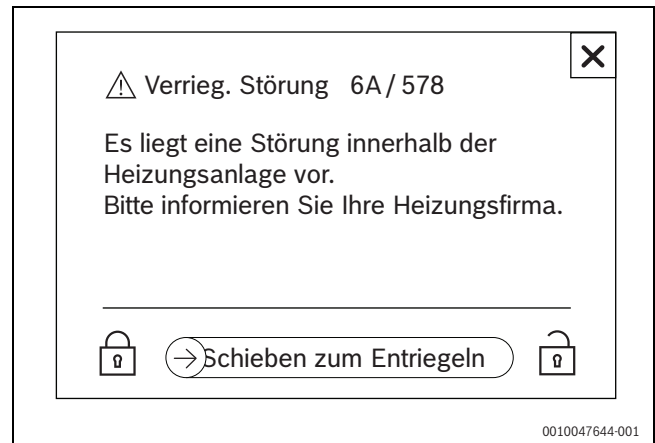

Bild 71 Verriegelnde Störung (Beispiel)
- ▶ Entriegelung erfolgt über → Schieben zum Entriegeln (→ Bild 71).